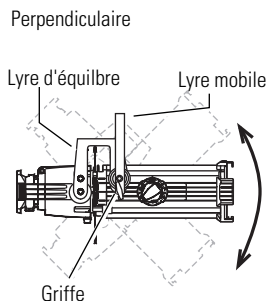

Figure 9
1. Régler la lyre d'équilibre pour qu'elle soit perpendiculaire au luminaire comme indiqué à la **Figure 9**. Si l'avant du dispositif porte plusieurs accessoires, il vous sera peut-être nécessaire d'incliner la lyre d'équilibre vers l'avant du dispositif pour régler l'équilibre.